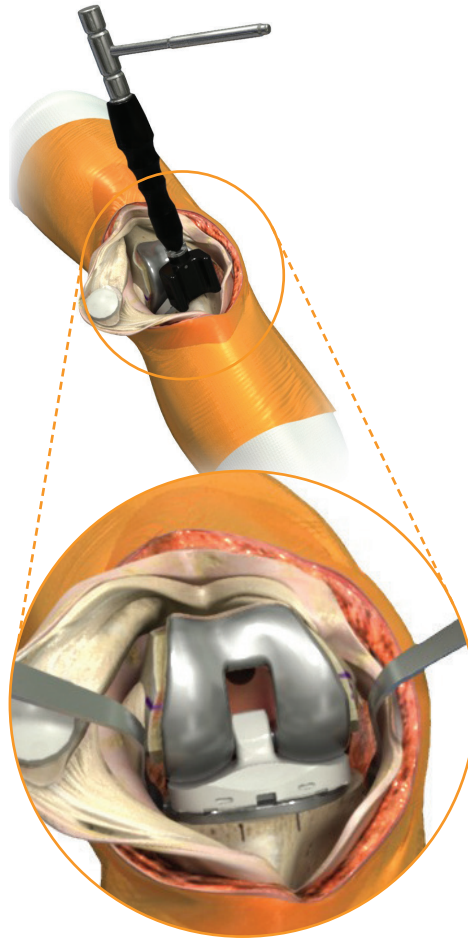

Figura 26f
10. El Inserto Articular se encuentra bloqueado en su posición mediante el Impactador Tibial Modular. Esto tendrá mejores resultados cuando la pierna esté flexionada alrededor de 20-30 grados y se impacte la superficie anterior del inserto (Figura 26f).